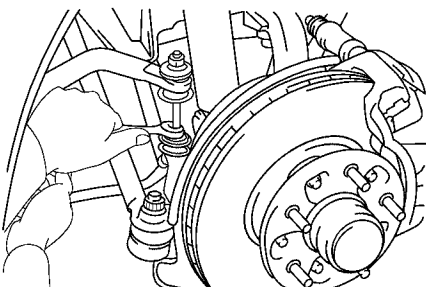

图 14－109 旋下稳定杆的左、右螺栓
2) 拆下稳定杆左、右托架，如图 14－110 所示，再拆下稳定杆。